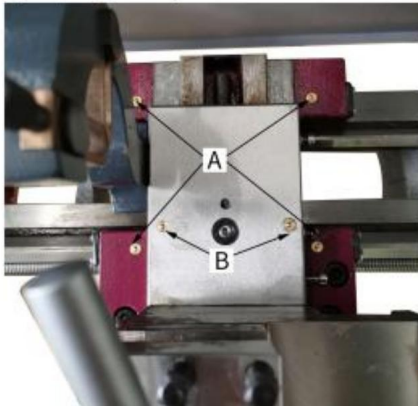

Fig. 36
2. Lossa den räfflade skruven (B, Fig.36) och öppna glidfingrarna. (C, Fig.31) tills det stadiga stödet kan flyttas med fingret runt arbetsstycket. Säkra det stadiga stödet på plats.
fyra oljeportar (A, Fig. 36) med 20W maskinolja en gång dagligen.
Smörj två oljeportar (B, Fig. 36) med 20W maskinolja en gång dagligen.